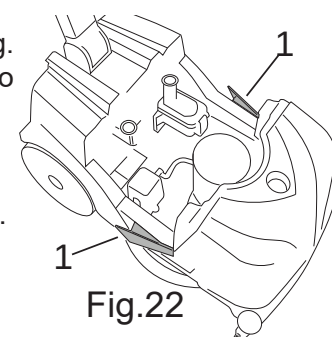

Fig.22
- Presione las dos palancas laterales de bloqueo del depósito (Fig. 22-Ref. 1), extraiga el depósito de agua sucia del bastidor y apóyelo en el suelo.